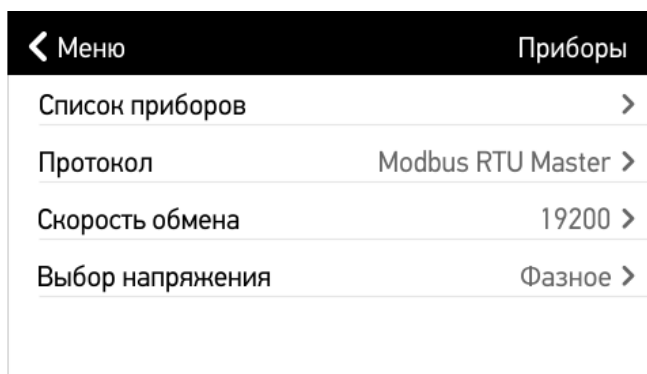

Рисунок 5.23. «Настройки» -> «Приборы».
- **«Приборы»** содержит информацию обо всех записанных в модуль индикации измерительных приборах и протоколе взаимодействия между ними (рисунок 5.23).